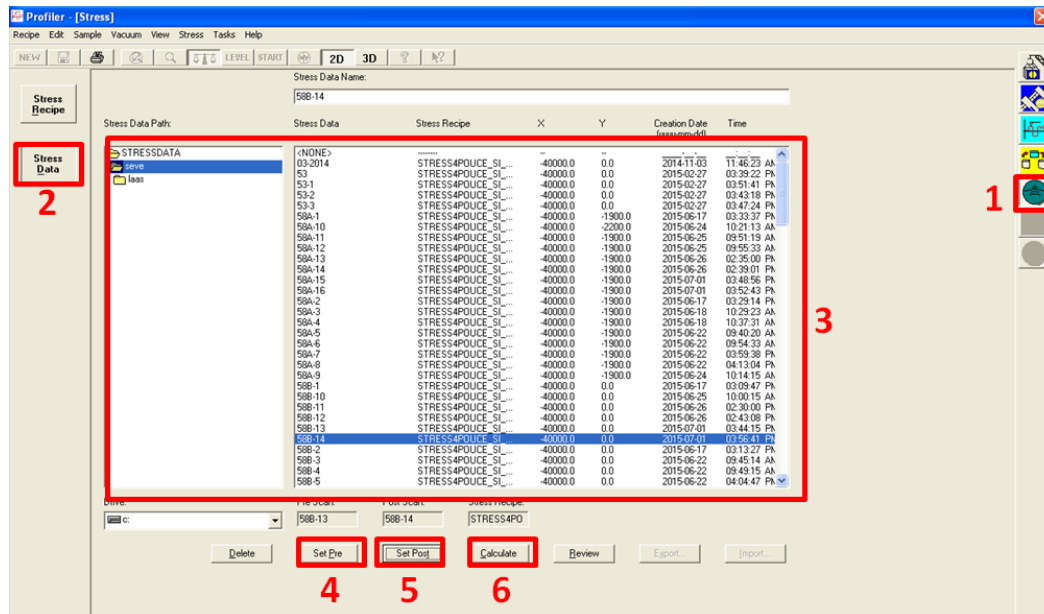

Figure 11: Sélection des données pour le stress
Dans la fenêtre « stress » (Figure 11), cliquer sur « Stress » (1), puis sur « Stress Data » (2).